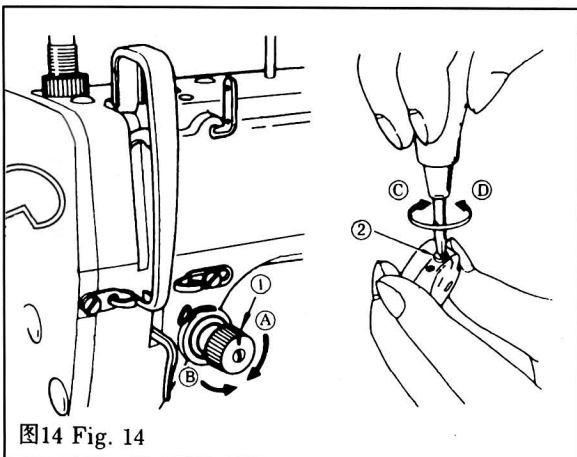

图14 Fig. 14
8. 缝线张力(图 14)
8. THREAD TENSION (Fig.14)